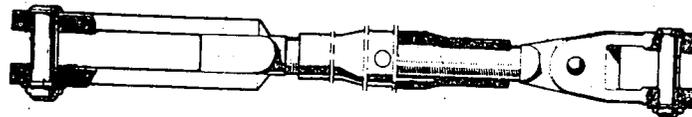

Fig. 4
*Braço inferior.* Seus extremos estão providos de articulações esféricas (fig. 4).
*Braço de levante.* Seu comprimento pode ser modificado (fig. 4) para facilitar o engate do implemento ou nivelá-lo transversalmente (perpendicular à marcha).